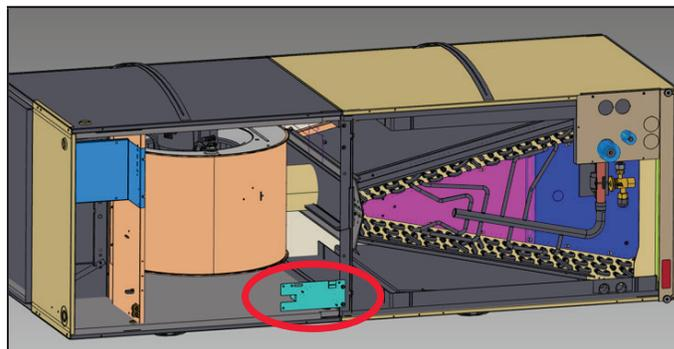

FIGURE 23
- 3 - Une fois le serpentin et le support central réinstallés dans l'unité, les panneaux de l'unité de traitement de l'air étant retirés, installez le support du capteur sur le support central en alignant les trous comme illustré à la figure 23.